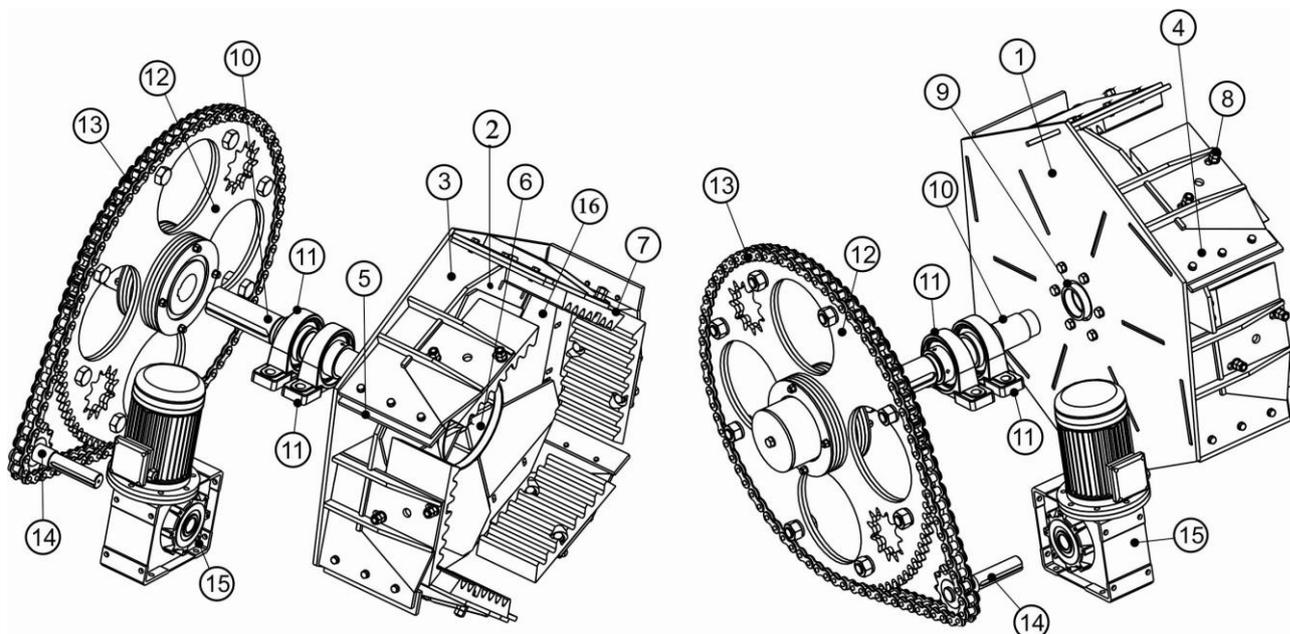

Рис. 6
Элеватор и его привод (Рис. 6) состоят из: задней шестигранной стенки (1), лобовой стенки (2), образующих направляющие каналы (3), зачерпывающих лопаток (4) с защитными пластинами (5), центральной розетки (6), рифленых отражательных плит (7) и болтов их крепления (8), сварной резьбовой втулки (9), приводного вала (10), подшипниковых опор УСП-216 (11), большого зубчатого колеса (12), пластинчатой цепи (13), малого зубчатого колеса (14), мотор-редуктора (15), сегментов брони лобовой стенки (16).